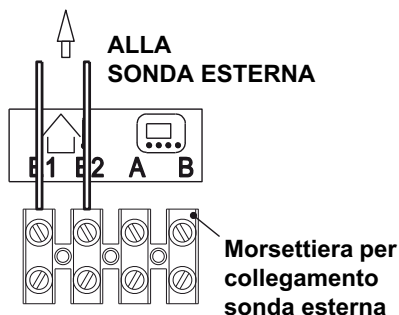

Fig. 5.24
- Collegare ai morsetti **E1** e **E2** della morsettiera i due conduttori elettrici come indicato in Fig. 5.24.